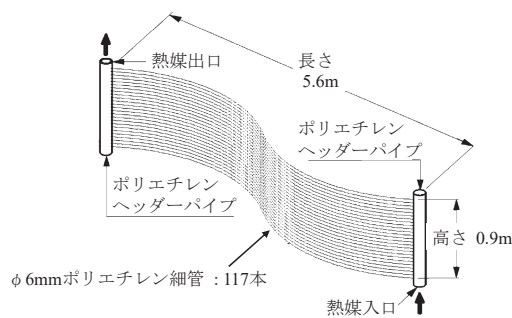
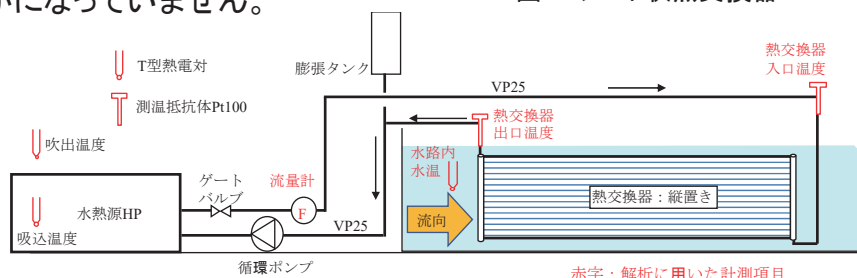

図1 シート状熱交換器
図2 実験システムの概要図
- 農業用水路を模した実規模水理模型（幅0.8m、側壁高1.6m、長さ15m）にシート状熱交換器（高さ0.9m×長さ5.6m、φ6mm細管×117本、図1）を設置して、水理条件や設置方法の違いによる熱交換特性を計測しました（図2）。